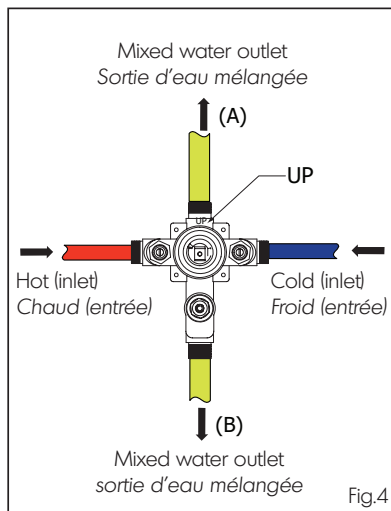

Fig.4
Connect the hot and cold water inlets and the mixed water outlets. The hot water inlet must always be connected on the left side of the valve and the cold water inlet on the right (Fig.4). **This valve is fitted with 2 mixed water outlets (A and B).**
*Raccorder les tuyaux d'alimentation en eau chaude et froide de la valve ainsi que les sorties pour la distribution en eau mélangée. L'eau chaude doit toujours être raccordée à la gauche de la valve et l'eau froide à sa droite (Fig.4). **Cette valve possède 2 sorties (A et B) pour l'eau mélangée.***